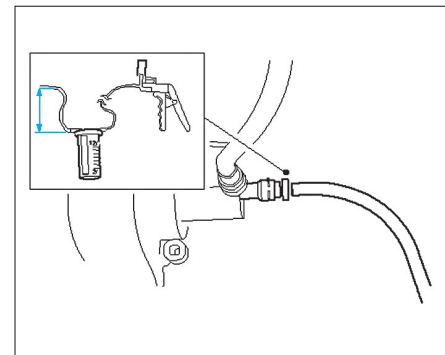

FIG. 22
- Brancher le montage sur la vis de purge (Fig.22).